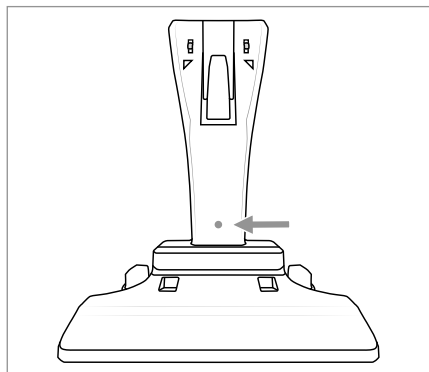

Fig. 1
- 1) Brug åbningen i holderen 22 til markering af boretullet på væggen (fig. 1).
- 4) Sæt skruen 26 ind i holderens 22 åbning (fig. 1), og skrue den i dyvelen 27 med en stjerneskruetrækker.